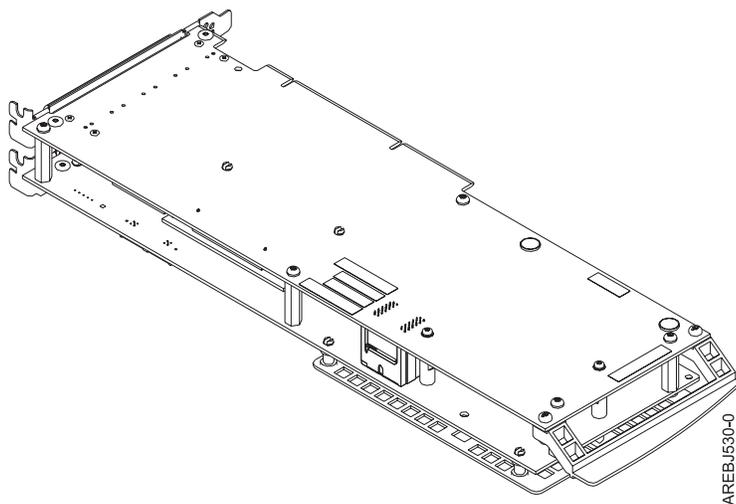

Figura 40. Adaptador del conjunto de tarjetas 572F/575C
2. Coloque el adaptador del conjunto de tarjetas 572F/575C en una superficie protegida contra descarga electrostática y oriéntelo según se muestra en Figura 40.